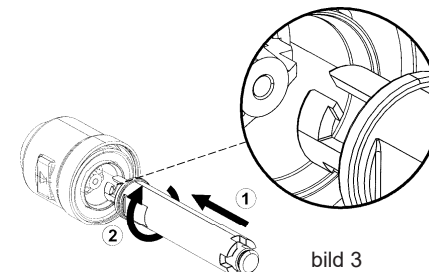

bild 3
- Använd underhållsverktyget för att ta bort insatsen från huset. För in verktyget och vrid medurs tills gängorna kopplar ihop sig. Dra ut insatsen (bild 3).